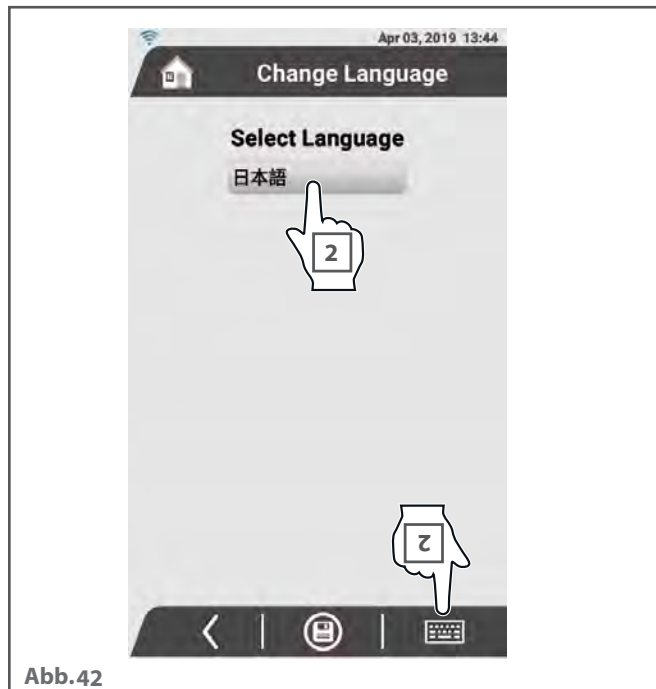

Abb. 42
- 1 ▶ **Abb. 42** tippen Sie auf das Tastatursymbol unten rechts;